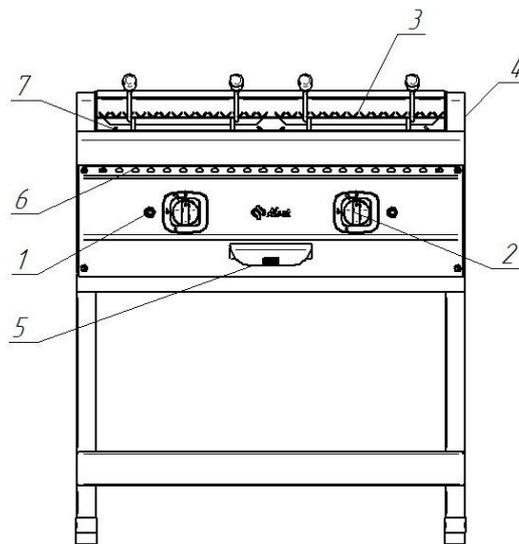

Рис. 1. Гриль
4.1. Устройство газового гриля показано на Рис. 1.
Нажмите на ручку крана горелки и поверните ее против часовой стрелки, установив символ искры зажигания ★ напротив метки на панели управления (рис. 2а). Нажав до упора, одновременно произведите поджог газа при помощи пьезорозжига. Удерживайте ручку крана в течение не менее 15 секунд, после чего отпустите. После проведения вышеуказанных операций необходимо проконтролировать наличие горения газа, для чего необходимо посмотреть в смотровое окно 6 (рис.1), в котором можно наблюдать наличие пламени. Пламя должно быть устойчивым. Если пламя не горит, повторите операцию.